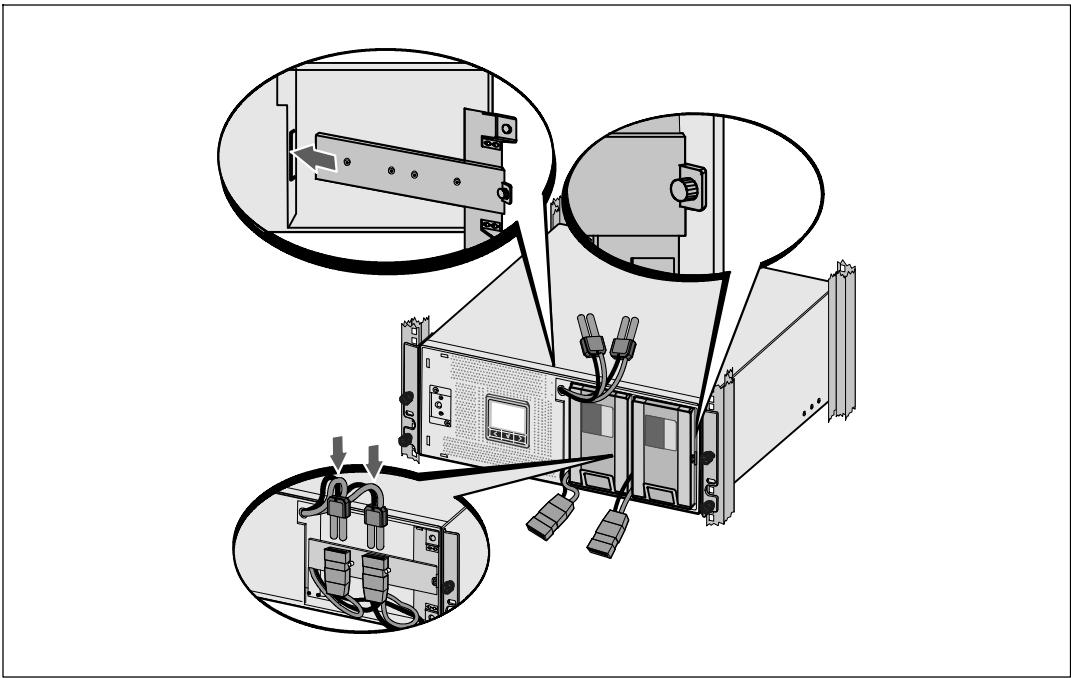

図 16. バッテリー固定ブラケットの取り外し方法および内蔵バッテリーコネクターの取り付け方法
- 9** バッテリー固定ブラケットを取り外します図 16。